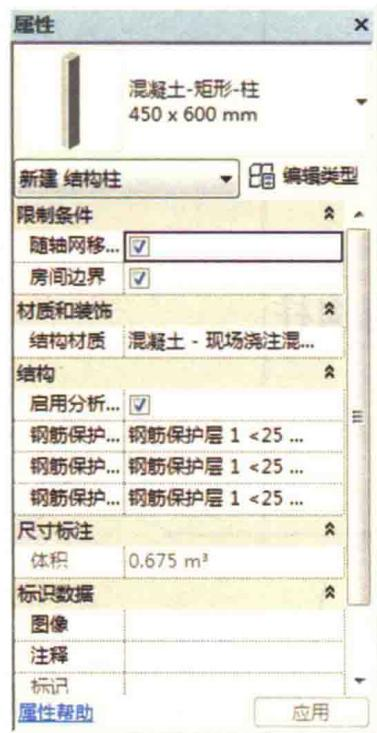

图 1-2-2
(2) 确认【属性】面板【类型选择】列表中当前柱族名称为“矩形截面平法柱”。如图 1-2-2 所示, 单击【属性】面板中【编辑类型】按钮, 打开【类型属性】对话框。